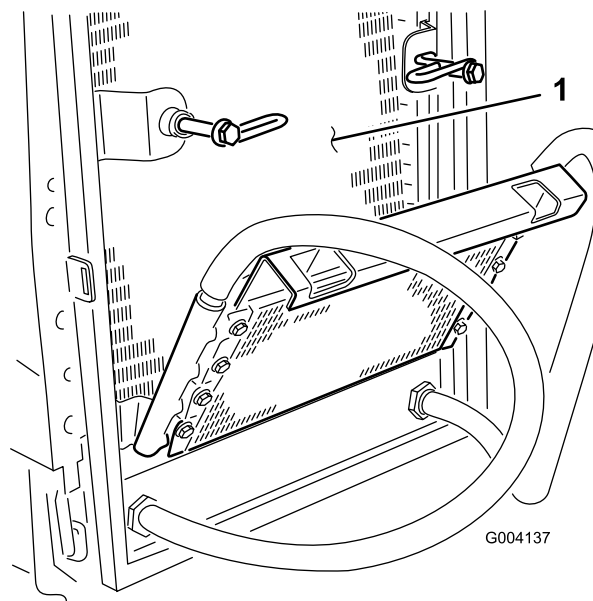

Figura 68
6. Limpie a fondo ambos lados del enfriador de aceite y del radiador (Figura 68) con aire comprimido.